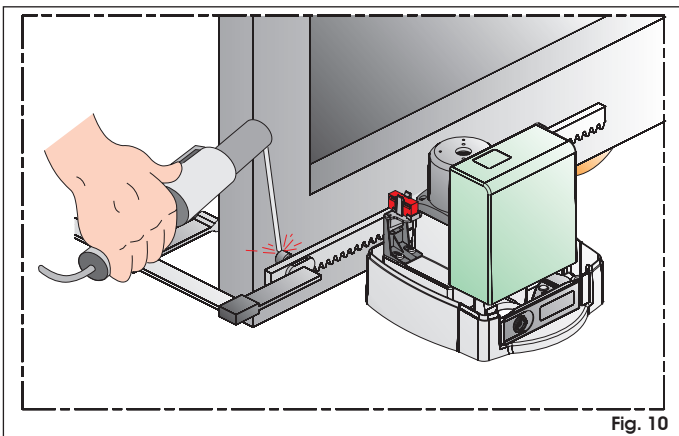

Fig. 10
4. Appoggiare sul pignone il primo elemento di cremagliera in corrispondenza del primo distanziale (fig. 10).
5. Fissare l'elemento di cremagliera all'anta con un morsetto (fig. 10).
10. Saldare i tre distanziali dell'elemento (fig. 10).